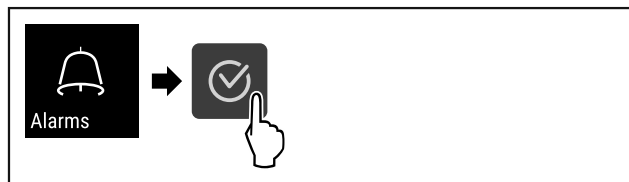

Fig. 141
- ▶ Eseguire i passi (vedere Fig. 141) .